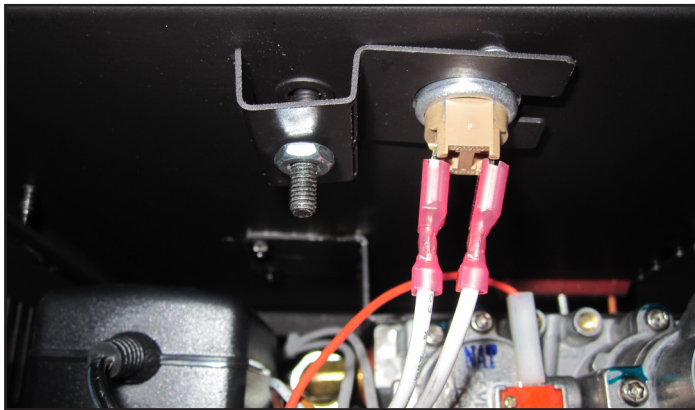

Figure 8.7 Fixer le support de disque d'arrêt
5. Fixez le support du disque d'arrêt au montant placé sous le côté gauche du poêle au moyen de l'écrou 10-32 inclus dans le sachet de composants du poêle. Serrez pour fixer à l'aide de la clé de 3/8 po. Voir la Figure 8.7.